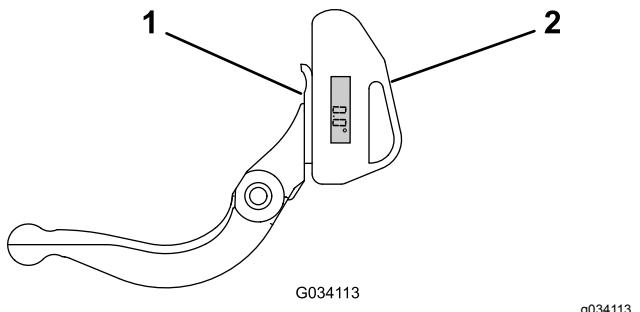

Рисунок 27
- Установите индикатор угла на нижней стороне неподвижного ножа, как показано на Рисунок 27.